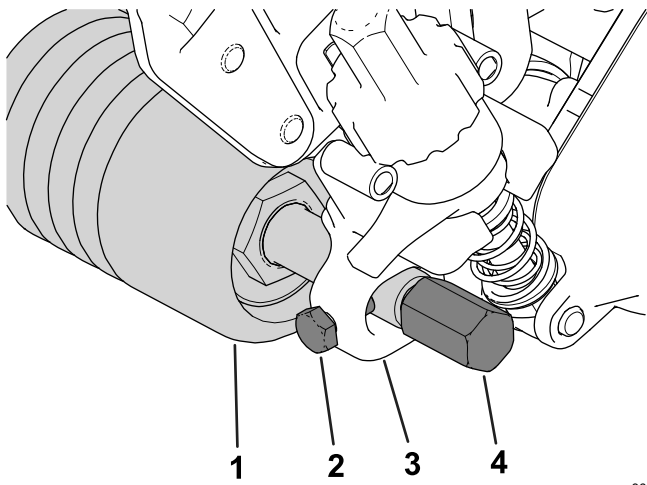
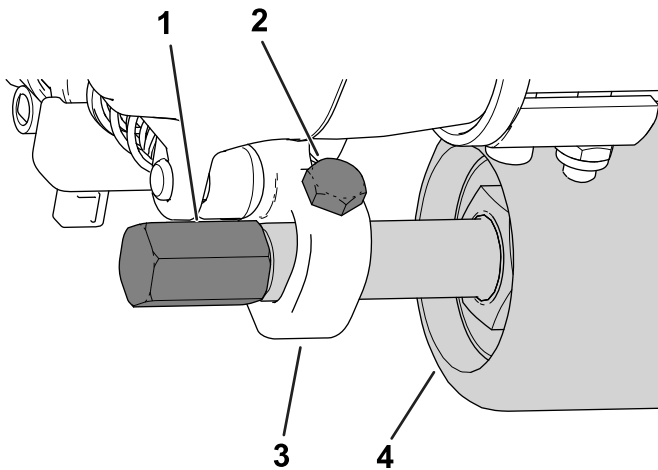

Bild 14
Bild 15
- Führen Sie die Rollenwelle mittig zwischen den Schnitthöhenhalterungen (HOC) ein und sichern Sie diese mit zwei Befestigungsschrauben (Bild 14 oder Bild 15).
Sie können die Befestigungsschrauben an der Vorderseite (wie in Bild 14 dargestellt) oder an der Rückseite (Bild 15) der Schnitthöhenhalterungen anbringen. Wenn Sie die Schrauben an der Vorderseite anbringen, hat der Groomer ausreichend Abstand zur Rolle; wenn Sie sie an der Rückseite anbringen, kann der Groomer die Rolle berühren.
6. Befestigen Sie die Schutzvorrichtungen des Groomers auf beiden Seiten der Rollenwelle (Bild 14).